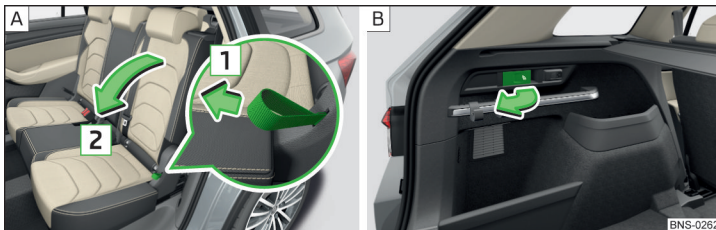

Abb. 91 Vom Fahrgastraum aus / vom Gepäckraum aus vorklappen
- › An der Schlaufe in Pfeilrichtung **1** im seitlichen Sitzbereich ziehen und die Sitzlehne in Pfeilrichtung **2** vorklappen » Abb. 91. Die Verriegelung muss hörbar einrasten.
- › Den jeweiligen Hebel in Pfeilrichtung ziehen » Abb. 91. Die Sitzlehne wird entriegelt, ggf. vorgeklappt.
- › An der Schlaufe **1** ziehen und die Sitzlehne entgegen der Pfeilrichtung **2** zurückklappen » Abb. 91. Die Sitzlehne muss hörbar einrasten.